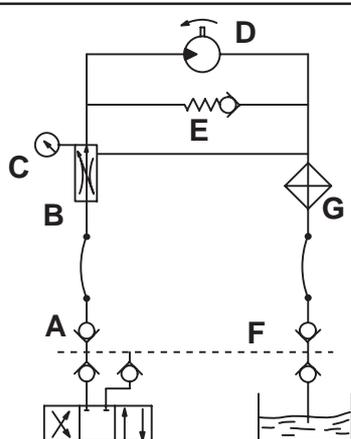
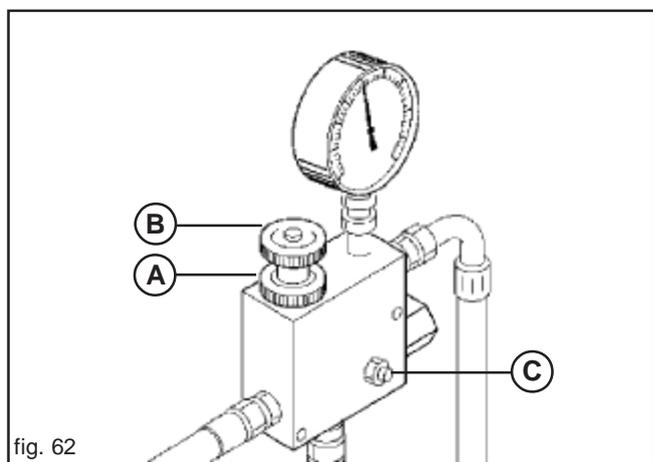

fig. 61
fig. 62
- **Ölversorgung:** Die Angaben der Übersichtszeichnung in Abb. 61 beachten. Die öldynamischen Schläuche unter Befolgen der an jedem Schlauch angebrachten Anleitungen korrekt an den Verteilern des Schleppers anschließen.
Bei abgeschaltetem Motor und sicher gebremstem Schlepper alle Schnellkupplungen einstecken. Den Motor starten und die Hydraulik einige Minuten lang bei Leerlaufdrehzahl betätigen. Den Druck dabei konstant halten, um Drehzahlschwankungen des Gebläses zu vermeiden. Den Druck erst regulieren, nachdem das Öl seine Betriebstemperatur erreicht hat und keine Drehzahlschwankungen des Gebläses mehr auftreten. Falls das Anbaugerät an verschiedenen Schleppern - daher also auch mit unterschiedlichen Steuergeräten und Ölsorten - betrieben wird, muß diese Einstellung an jedem Schlepper neu vorgenommen werden. Bei den Schleppern mit Verstellförderpumpe (geschlossener Hydraulikkreis) mit Öldurchsatzregler ist der 3-Wege-Regler (B Abb. 62) vollständig zu öffnen und bei niedrigem Öldurchsatz ist der interne Regler des Schlepperkreises dann schrittweise zu öffnen, bis der gewünschte Druck, der auf dem Manometer (C Abb. 61) angezeigt wird, erhalten wird.
Wenn man die Gebläseumdrehungen für die Verteilung von schwereren Samen erhöhen will, mit Vorsicht und Achtung wie folgt vorgehen (Abb. 62):
- a) Die Feststellnutmutter lockern (A Abb. 62);
b) Regelventil (B Abb. 62) im Uhrzeiger- oder Gegensinn drehen um den Druck zu senken oder zu erhöhen und daher die Gebläseumdrehungen zu ändern.
Es ist für irgendwelchen Grund verboten die Höchstdruckventilschraube (C Abb. 62) zu verstellen, da sich die Einstellung der Anlage ändern würde und deshalb Motor, Pumpenbruch -oder Gebläse verursachen.